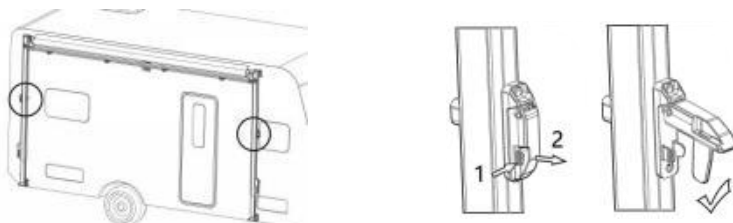

Figure D1
1. Sbloccare i fermi di sicurezza al centro di entrambe le aste di supporto (premendo e ruotando) e allentare le viti dell'asta di tensione. (Figura D1)
Ruotare l'asta di supporto verso l'interno e incastrarla nella staffa di installazione inferiore per trasformarla in un supporto per il corpo. (Figura D1 3)
2.2 Tirare il blocco di sollevamento situato nella parte inferiore delle aste di supporto su entrambi i lati e premere verso il basso la testa del blocco per ritirare l'asta di supporto. (Figura D1 4)